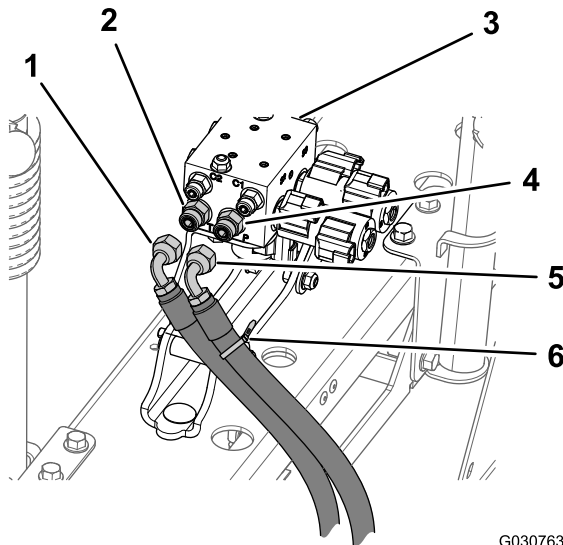

Figura 75
1. Na porta P do coletor de elevação da rampa, marque o tubo hidráulico de pressão com uma braçadeira de cabos (Figura 75).
2. Desligue os tubos de pressão hidráulica e retorno do coletor de elevação da rampa (Figura 75).